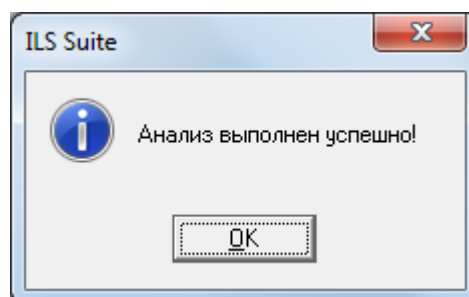

Рис. 29-35 – Окно «Анализ надежности (расчет)»
- 6) После выполнения расчета отображается информационное окно, с сообщением об успешном выполнении анализа (рис.29-35). Нажать кнопку «ОК» для закрытия окна.